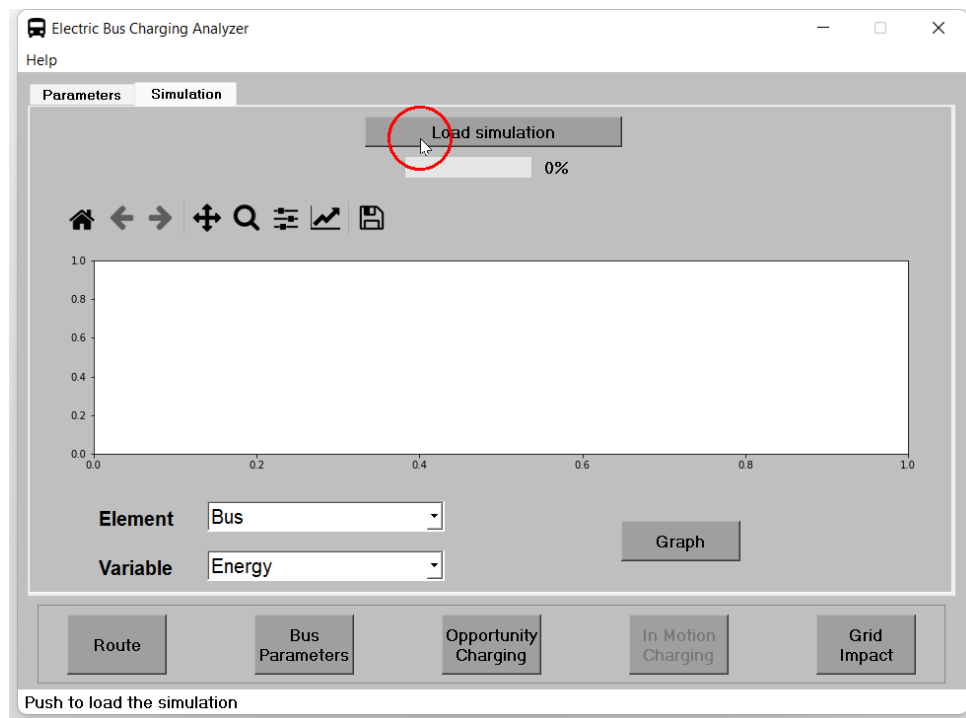

Figura 41: Cargar simulación.
3. Ahora, se presiona el botón **Load simulation** para cargar la simulación (figura 41).